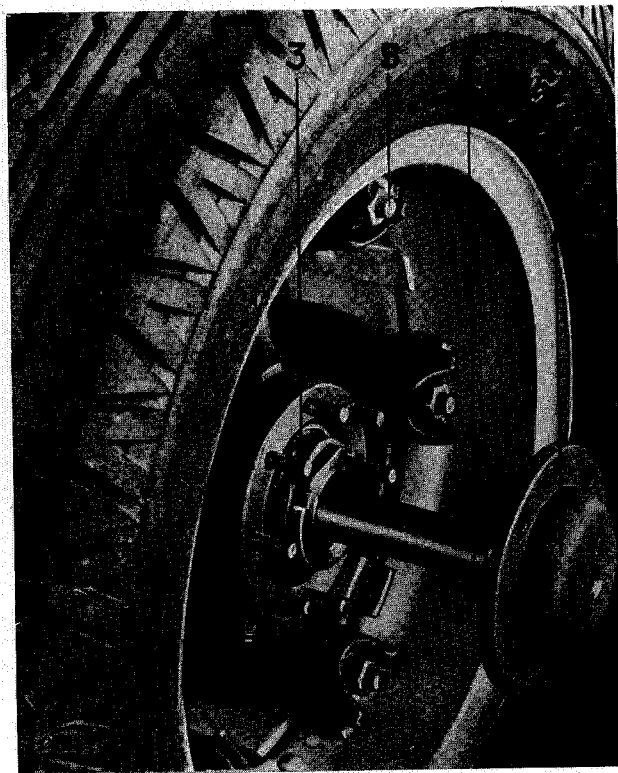

Fig. 62 Démontage de l'arbre d'entraînement
**Pont arrière :** Les deux arbres d'entraînement 2 (fig. 62) sont à dévisser à leurs flasques et peuvent être retirés du guidage cannelé sans enlever les roues. L'entraînement du pont arrière se laisse démonter vers l'avant après avoir dévissé son carter.
Enlever les écrous du flasque de l'arbre d'entraînement 2 (fig. 62) et sortir l'arbre à l'aide de vis extractives.